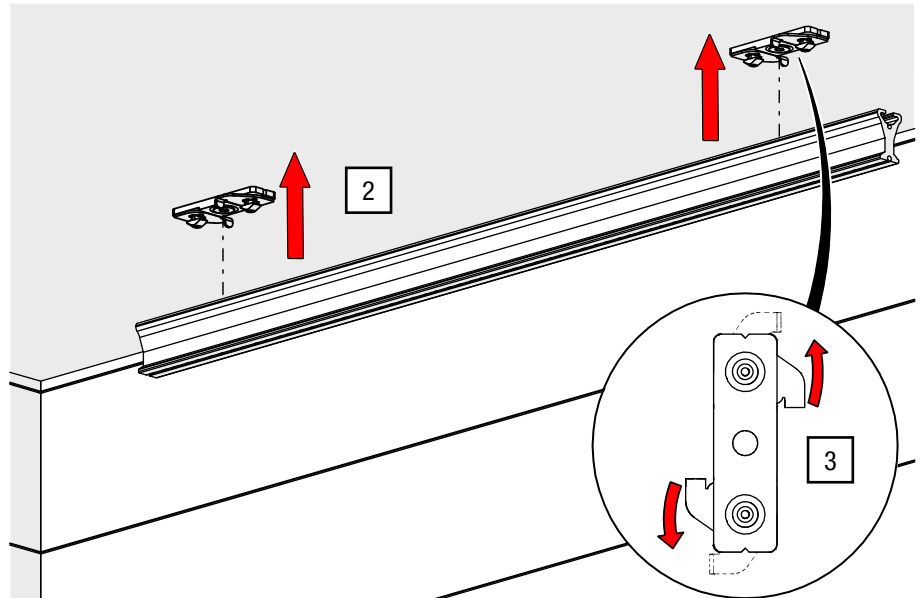

Abb. 32: Deckenmontage – Schiene an Montageplatte befestigen
2. Heben Sie die Schiene an und positionieren Sie sie an den Montageplatten in Endposition (siehe Abb. 32).
3. Verriegeln Sie die Montageplatten an den seitlichen Griffen mit der Schiene (siehe Abb. 32).